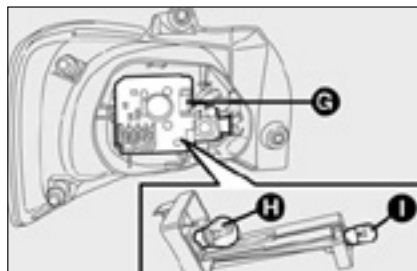

рис. 25
- ☐ нажмите на пластинку держателя лампы **G-рис. 25** и извлеките ее;
Лампы в корпусе расположены следующим образом (рис. 25):